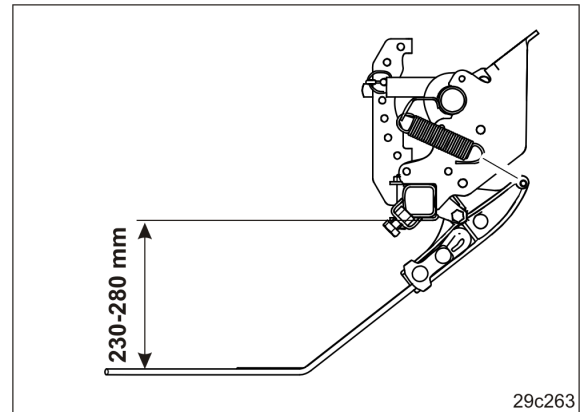

Fig. 96
4. Indstil fjedertænderne ved at justere topstangen (Fig. 95/1), som fastgør såmaskinen til traktoren eller jordbearbejdningsmaskinen (se Fig. 96).